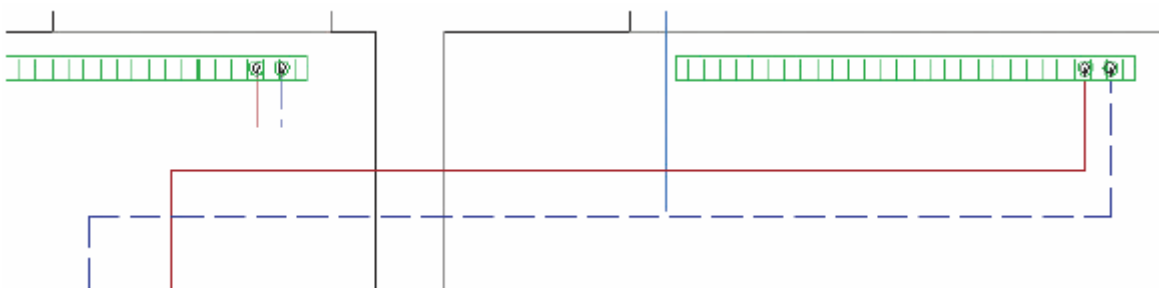

Рис. 3.2-36 Соединение трубопроводов
10. Трубопроводы необходимо друг с другом соединить. Щелкните кнопку *Connect pipes/Соединить трубопровод*. Соединять можете только трубопроводы, которые лежат заподлицо. щелкните левой кнопкой мыши на первый трубопровод и подтвердите щелчком на второй трубопровод, который желаете присоединить. (Рис. 3.2-36) Шаги, которые необходимо исправить, можно наблюдать также на навигационной планке в левом нижнем углу.